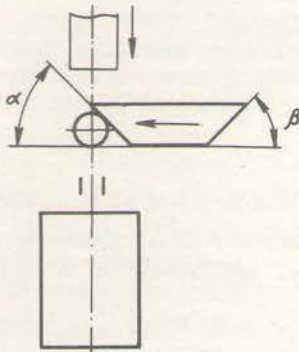

Рис. 2
3. Выключатели с приводным элементом толкатель с роликом предназначены для работы с проходным реверсивным, неререверсивным и непроходным упорами (рис. 2). При этом угол набегания упора  $\alpha$  и угол сбегания  $\beta$  должны быть не более  $40^\circ$  при скорости движения упора до  $0,25 \text{ m/s}$  и не более  $20^\circ$  при скорости свыше  $0,25 \text{ m/s}$ , а также могут работать с толкающим упором.